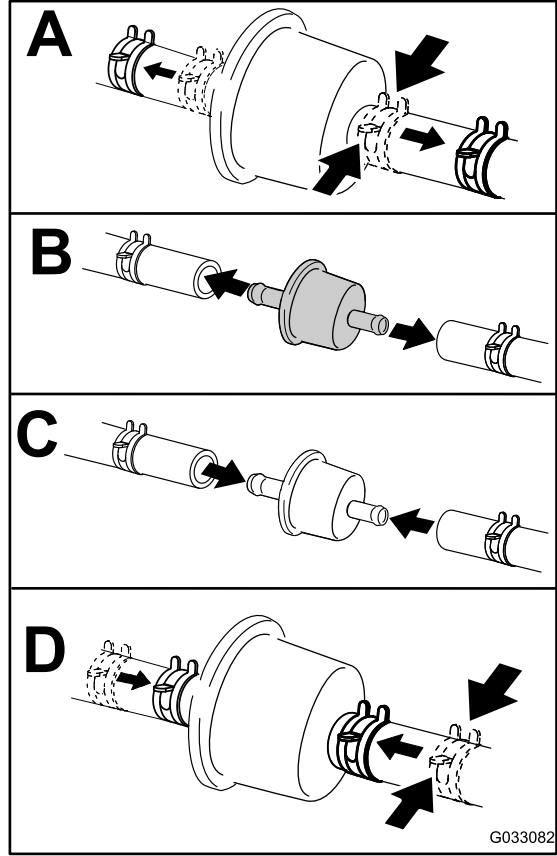

Figura 27
3. Cambie el filtro en línea (Figura 27).